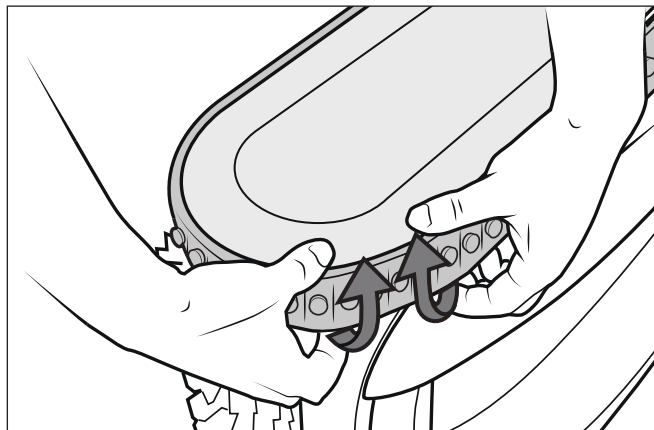

Figure 25. Retirer la chenille usée de la roue
1. Tirer à l'intérieur de l'ancienne chenille pour retirer la lèvre de la chenille (Figure 25).